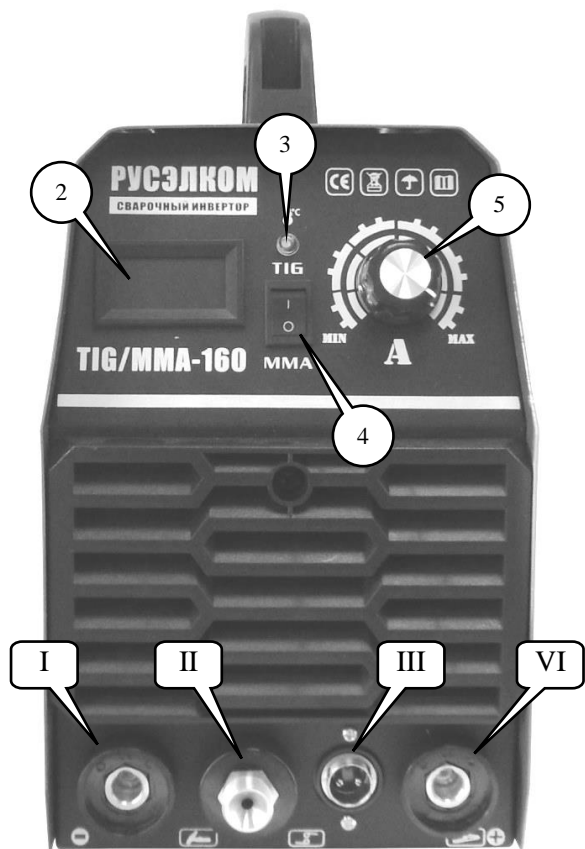

Рис. 1. Расположение органов управления и индикации.
- Подключить силовой разъем держателя электродов к разъему I (Рис. 1) сварочного аппарата.
- Подключить силовой разъем держателя электродов к разъему IV (Рис. 1) сварочного аппарата.
- Подключить разъем горелки к штуцеру II (Рис. 1) аппарата.